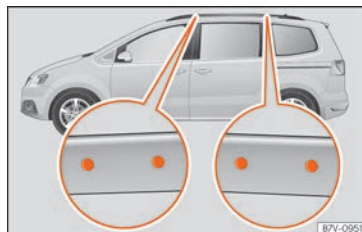

Fig. 178 Puntos de fijación de los soportes básicos y del portaequipajes de techo.
Los orificios de posicionamiento se encuentran en el lado interior de las barras laterales del techo » fig. 178.
- El soporte básico debe fijarse únicamente en los puntos indicados en la ilustración » fig. 178.